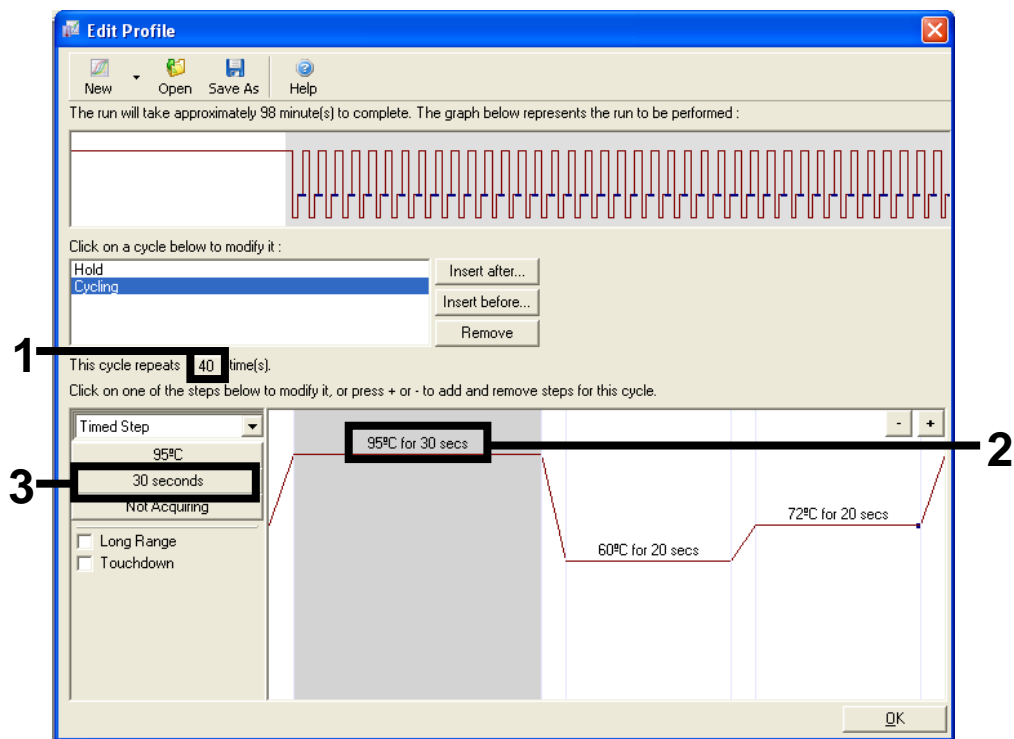

Figura 26. Passo de ciclagem a 95 °C. 1 = caixa "Cycle repeats" (Repetições de ciclo); 2 = passo um: definição da temperatura; 3 = passo um: definição do tempo.
8. Defina o número de repetições de ciclo como 40. Selecione o primeiro passo e defina 95°C for 30 secs (95 °C durante 30 s) (Figura 26).